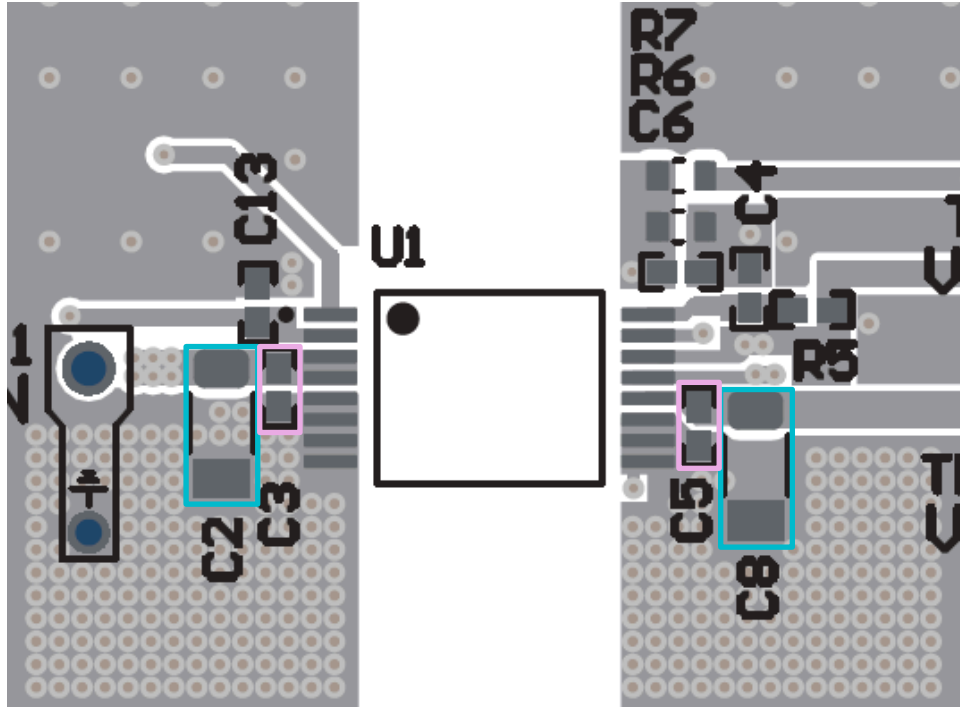

図 8-5. VIN (C2、C3) と VDD (C5、C8) コンデンサ
8. パワー グッド ピン デカップリング コンデンサ: デカップリング コンデンサは、ピン 2 (パワー グッド ピン) の近くに、PCB の UCC34141-Q1 と同じ側に配置する必要があります。図 8-5 に示す C13 の配置を参照してください。